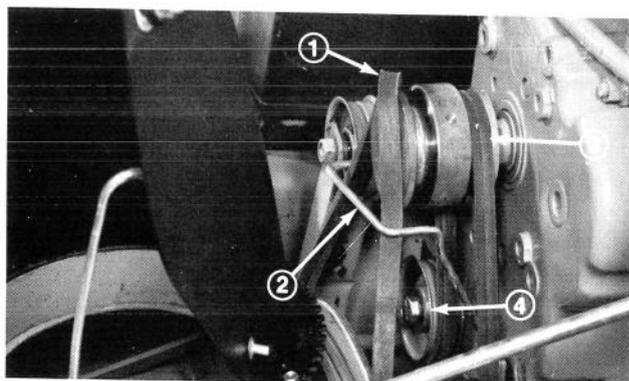

Abb. 39
4. Den defekten Keilriemen abnehmen und den neuen Riemen auflegen. Es ist darauf zu achten, dass der Räumwerk-Antriebsriemen innerhalb der Riemenführung liegt (Abb. 39). Der Fahrtriebsriemen muss innen an der Spannrolle anliegen (Abb. 39).
8. Hochspannungsleitung von der Zündkerze und von der Riemenführung entfernen. Kopfschraube und Mutter, welche die Spannrolle befestigen, lösen und die Spannrolle näher an den Riemen gleiten (Abb. 39). Die Spannrolle nur soweit bewegen, bis der Riemen angespannt, nicht übergespannt ist.